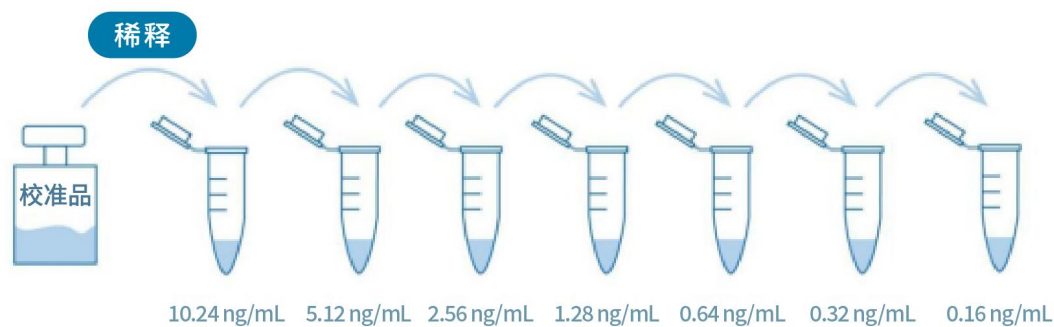

图 3 校准品稀释操作示例
- 校准曲线配制: 参照图 3 和表 2 对校准品进行梯度稀释。